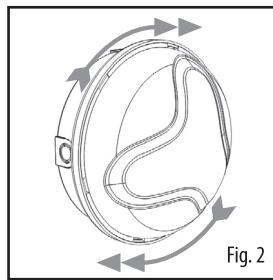

Fig. 2
- Fit the diffuser to the base and close it by rotating clockwise (fig. 2).
- Coloque a calota sobre a base e feche-a girando-a no sentido horário (fig. 2).
- Die Haube an der Basis befestigen und schließen, indem sie nach links gedreht wird (Abb. 2).
- Introducir la tapa en la base y cerrarla girándola en el sentido de las agujas del reloj (fig. 2).
- Enfilez la calotte sur la base et fermez-la en la faisant tourner en sens horaire (fig. 2).